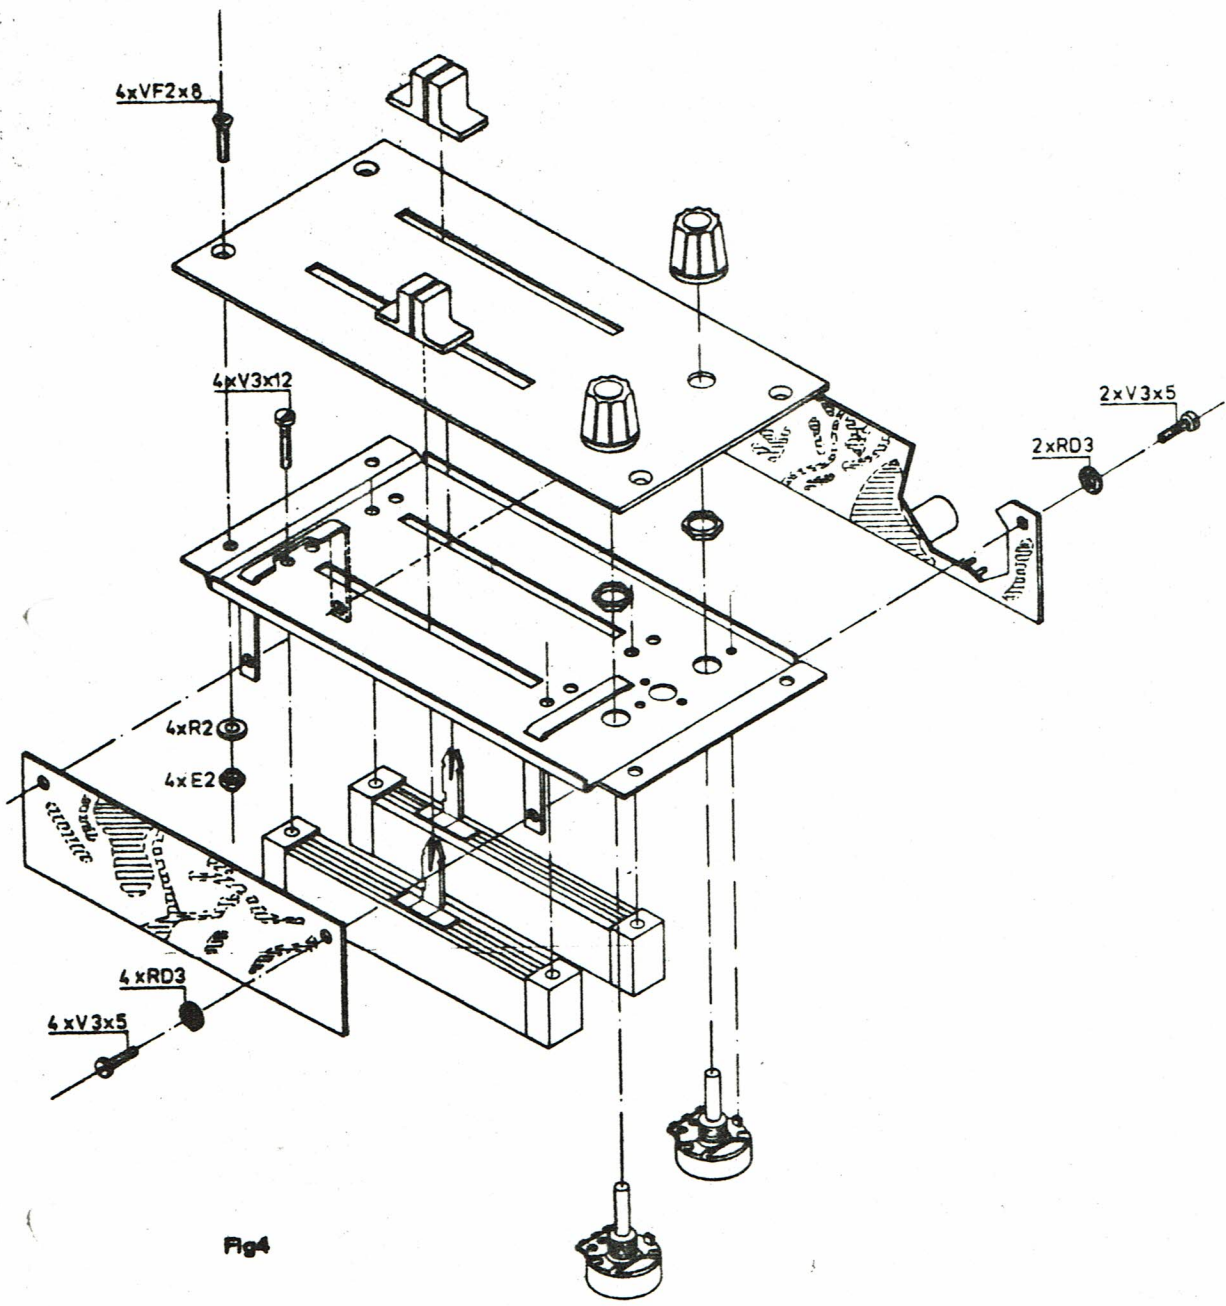

Fig 4
- fig. 4 en 5. om
7. Bevestig de twee schuifpotentiometers op het metalen freem, dit volgens fig. 4 en 5, om de positie van de soldeerlipjes te bepalen. Plooi de meest centrale lipjes naar beneden.